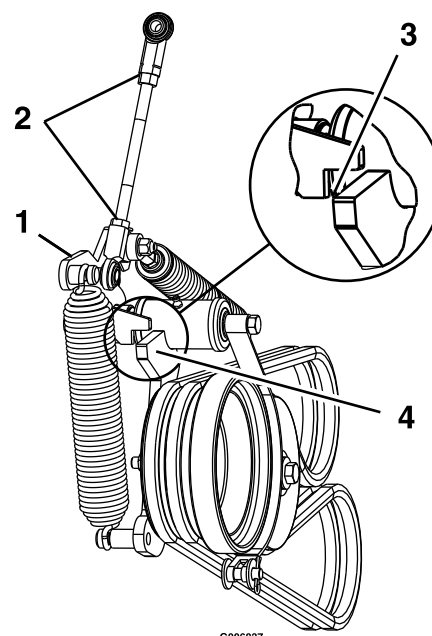

Figura 50
13. Afloje las contratuercas y ajuste el acoplamiento hasta que el extremo superior del brazo de la polea tensora esté alineado con el borde inferior de la muesca del brazo tensor, según se muestra en Figura 50.